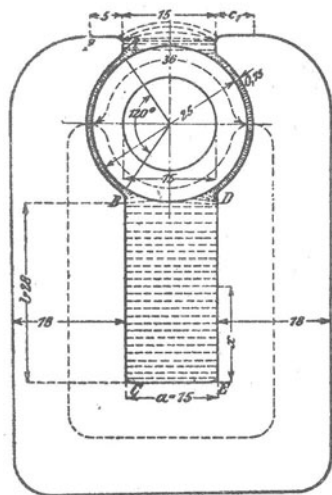

Fig. 62.
162. Es ist die Amperewindungszahl der nebenstehenden Dynamo (Fig. 62) zu berechnen unter der Voraussetzung, daß der Anker 20 [25] (16) cm lang ist und von $1,7 \cdot 10^6$ [$2,8 \cdot 10^6$] ($1,6 \cdot 10^6$) Kraftlinien durchsetzt werden soll.